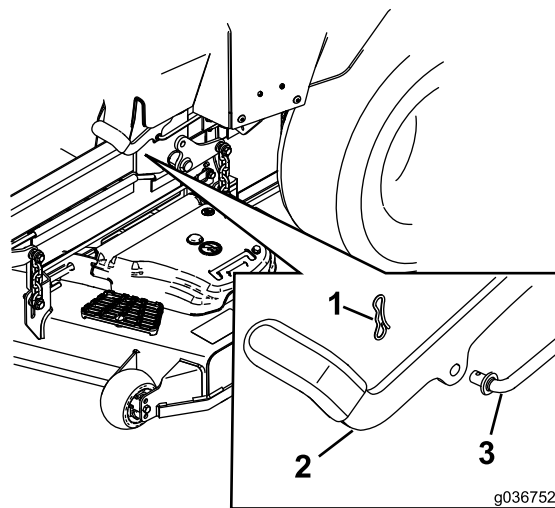

Bild 60
7. Falls eine Einstellung erforderlich ist, lösen Sie die Feststellbremse. Nehmen Sie den Splint aus der Bremsgestängewelle (Bild 60).